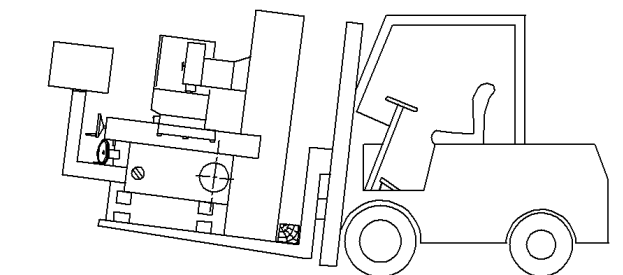

Рис.4.2.2
- (1) Масса станка составляет 820 кг
- (2) Грузоподъемность погрузчика должна превышать вес перемещаемого груза.
- (3) Способ транспортировки показан на Рис.4.2.2, длина вил погрузчика должна быть достаточной, чтобы они проходили по всей длине станка